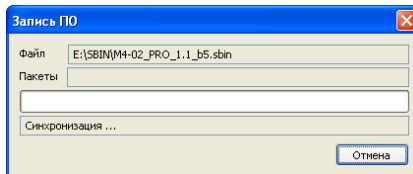

Рис. 28. Запись программного обеспечения
- ✓ после появления окна *Запись ПО* (рис. 28), перезапустите контроллер нажатием кнопки *Reset* (рестарт) на плате контроллера (приложение 3);
- ✓ в открывшемся окне *Загрузка ПО* укажите наименование загружаемого файла прошивки с расширением *.sbin (рис. 28);